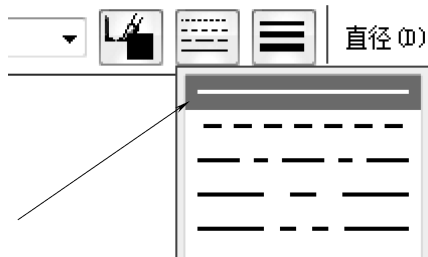

图 6-91 选择“直线”
(1) 单击【绘制草图】选项卡【绘图】区域下的 $\bigcirc$ 【圆】按钮下的【中心和点画圆】，在弹出的菜单栏中的直径(D): 【直径】中填入值 45mm，在 【线型】中选择【直线】选项，如图 6-91 所示。